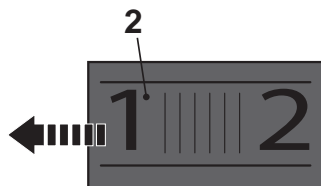

Fig. 11
1. Limitez la vitesse maximale en utilisant la molette de réglage de la vitesse (2).
2. Tournez la molette de réglage de la vitesse (2) vers la gauche (du point de vue de l'opérateur) pour augmenter la vitesse (Fig. 11). Le réglage plus rapide est adapté pour poncer avec des bandes abrasives à grain fin pour effectuer des finitions.